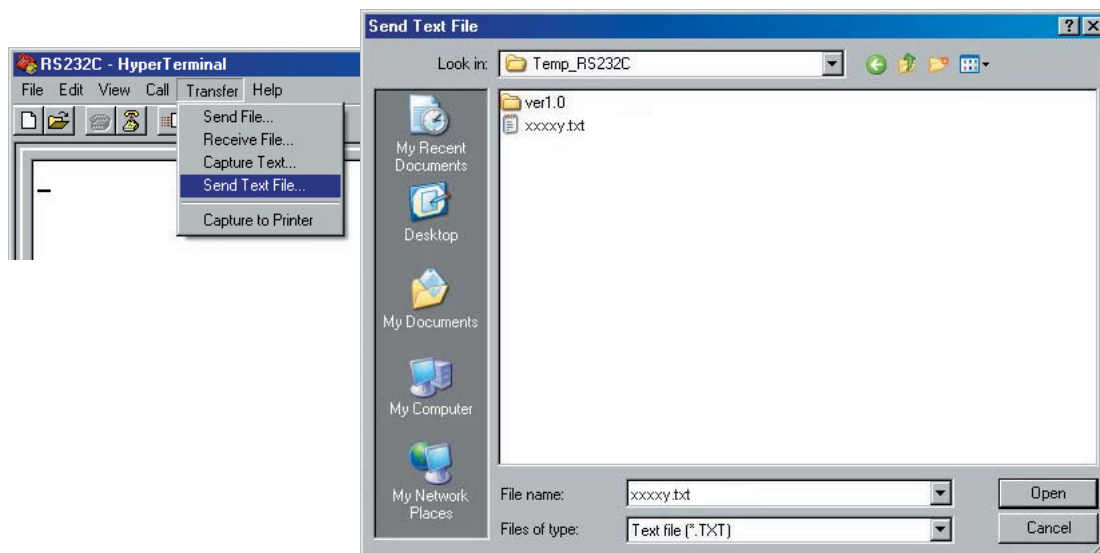

Fig. 4
The "sr300-HyperTerminal" screen appears. (Fig. 4)
"sr300-ハイパーターミナル" が表示されます。(Fig. 4)
7. Click [Transfer] → [Send Text File], and select the text file. (Fig. 4)
7. [転送] → [テキスト ファイルの送信] をクリックし、送信するテキストファイルを選択します。(Fig. 4)